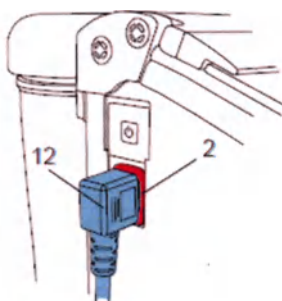

Рис.23
4. Подключение к электросети (рис.23):
- Вставьте сетевой кабель (12) в розетку прибора (2)